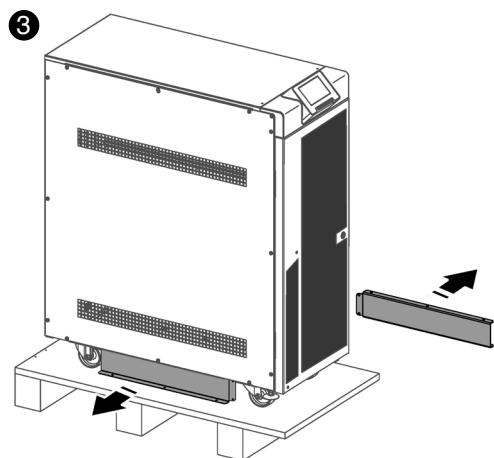

Fig. 24. Extracción de las guías para facilitar el descenso del equipo de su palet.
- ③ Desatornillar las guías que se encuentran en ambos lados de la base del equipo previstas para facilitar el descenso del equipo (Fig. 24).